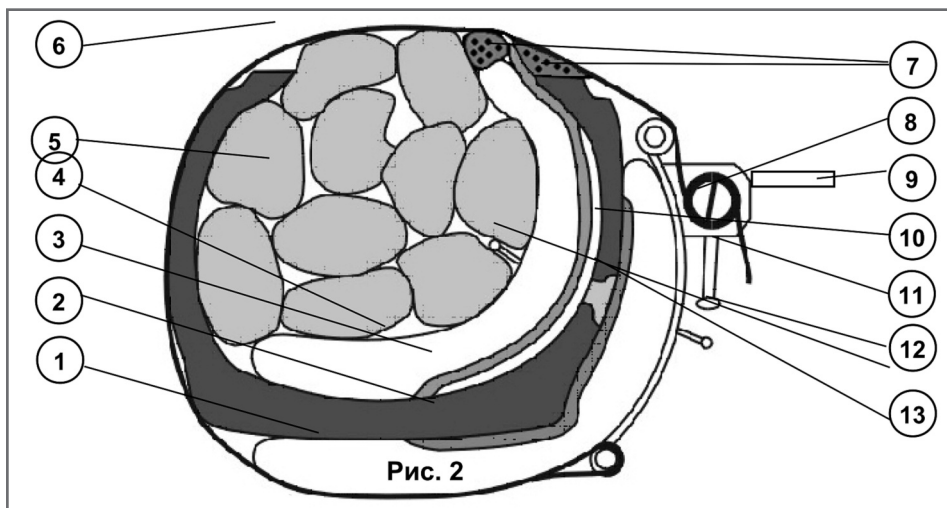

Рис. 2
Внимание! Запрещается подавать давление в пневмоподушки, не установленные согласно Схеме вулканизации (рис. 2 стр. 5)
- Установить наружную пневмоподушку на выдвижную каретку согласно Рис. 2.
- Внутри шины на пневмоподушку уложить необходимое количество вкладышей (см. поз. 5 Рис. 2), при этом следить за тем, чтобы ниппель и быстроразъемное соединение находились между вкладышами (см. Рис. 2).
Внимание! Обеспечить плотную укладку вкладышей симметрично относительно внутренней пневмоподушки, при этом следить, что бы ниппель и быстроразъемное соединение находились между вкладышами (см. Рис.2).
- Перемещая рукоятки вверх, натянуть с небольшим усилием стяжные ремни, выполнив 1...1,5 оборота фиксаторов. При этом необходимо удерживать фиксаторы рычагом (поз. 9 Рис. 2).